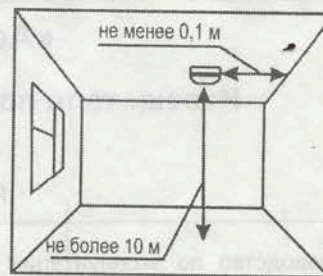

Рисунок 4
**8.2.1** Извещатель устанавливают на потолке помещения (рисунок 4).